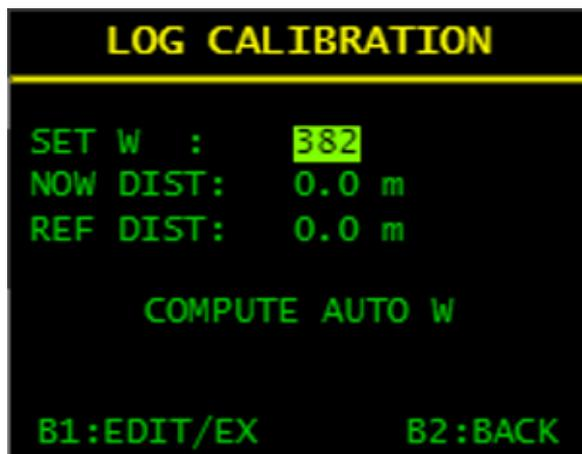

Fig 94 - Log calibration
- **B2** Premere brevemente per scorrere i seguenti dati (**Fig 94 - a pag. 50**):